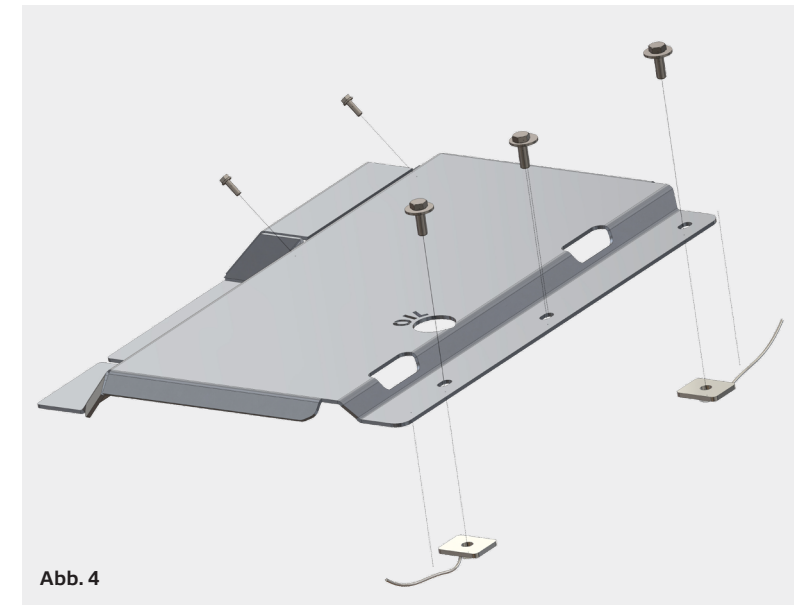

Abb. 4
- 3** Neuen Unterfahrschutz laut Abb.4 montieren. ACHTUNG! Nicht die originalen, sondern die mitgelieferten Schrauben verwenden. Schraubensicherung verwenden (Loctite 243 o.Ä.) und die Schrauben laut Drehmomenttabelle (letzte Seite) anziehen.
Mount new skid plate as shown in Abb.4. ATTENTION! Do not use the original, but the supplied screws. Use a threadlocker (Loctite 243 or similar) and tighten the screws according to the torque table (last page).